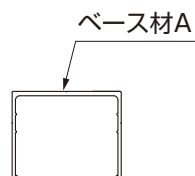
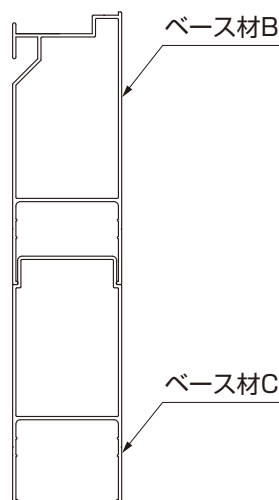

図2-18
図2-19
- ベース材には種類があります。(図2-18、図2-19、図2-20参照)